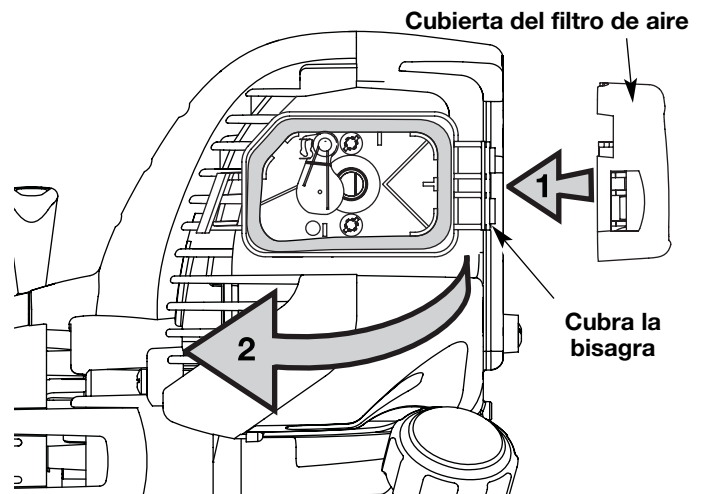

Fig. 33
7. Vuelva a instalar la cubierta del filtro de aire. Coloque los ganchos del lado derecha de la cubierta del filtro de aire en las ranuras del lado derecha de la placa posterior (Fig. 33, no. 1).
8. Mueva la cubierta hacia la izquierda hasta que la orejeta del filtro de aire calce en su lugar en la ranura de la placa posterior (Fig. 33, no. 2).
12. Vuelva a colocar la cubierta del silenciador. Deslice las muescas a los lados de la cubierta del silenciador sobre las orejetas de la cubierta del motor y enganche en su lugar (Fig. 33).